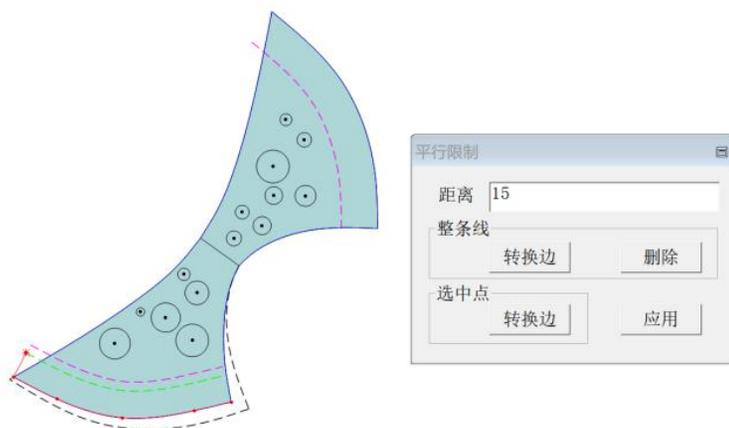

图 49.1
(1) 整条线限制: 限制的距离是平行的(如图 49.1), 可通过转换边转换限制的方向;